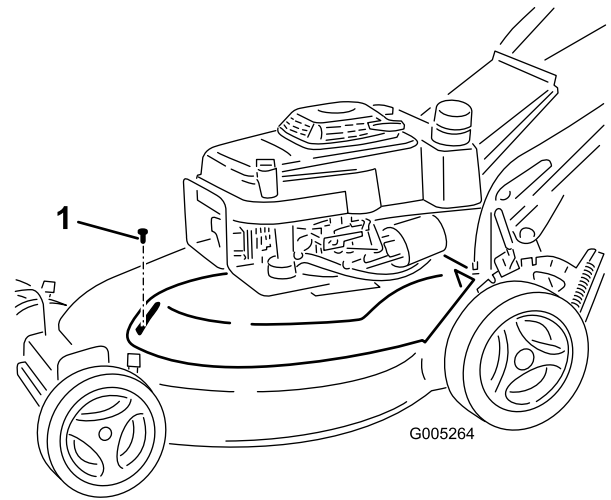

Figure 31
3. Enlevez la vis de fixation du couvercle de courroie au carter de tondeuse (Figure 31).